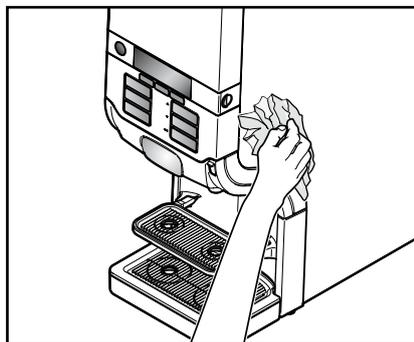

Fig. 50
6. Limpe a parte externa da máquina com um pano limpo e úmido. (Fig. 50)